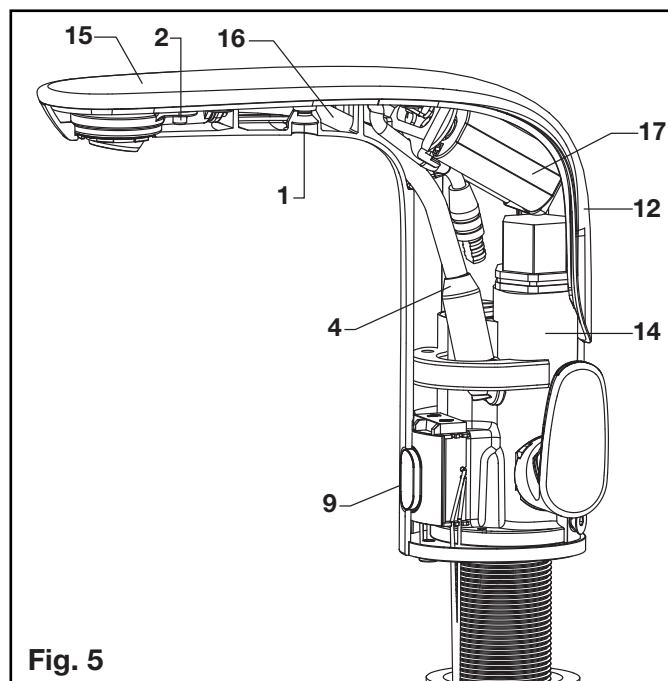

Fig. 5
B REMPLACEMENT DE LA PILE – Fig. 5, 6
3. Poussez la PILE (17) vers l'avant et retirez-la. (Fig. 5)
C CHANGER LA PLAGE DE DÉTECTION DU CAPTEUR – Fig. 5, 6